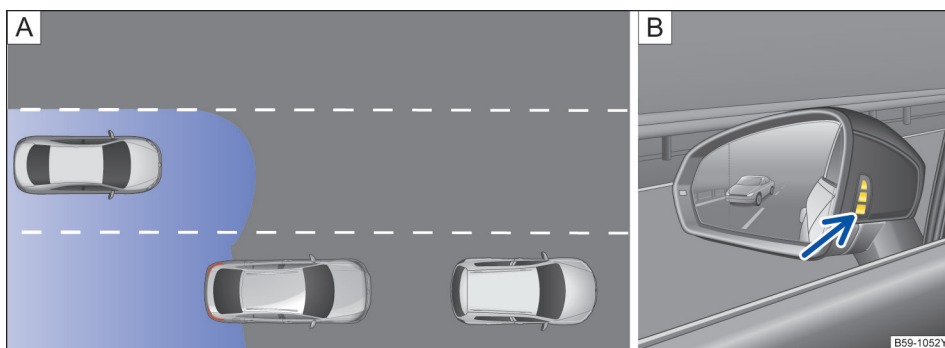
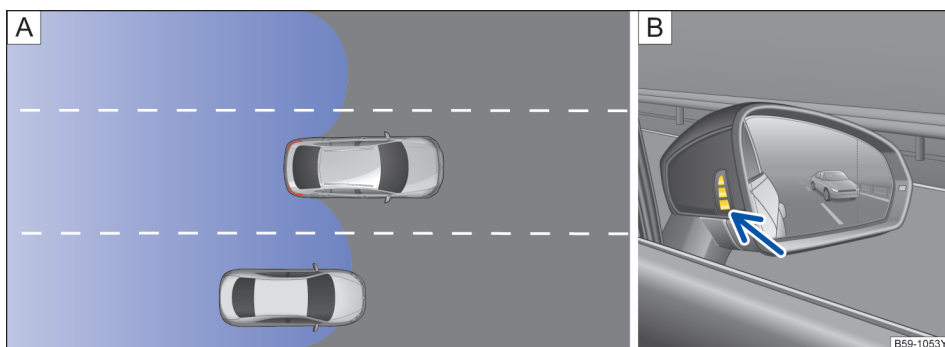

图 135 原理图：[A] 后方有车超车的行驶状况 [B] 左侧车外后视镜上的图示显示
图 136 原理图：[A] 超车和并道的行驶状况 [B] 右侧车外后视镜上的图示显示
在下列行驶状况下，车外后视镜中会亮起显示→图 135 [B]（箭头）或→图 136 [B]（箭头）：
- 当另一辆汽车正在超越本车时→图 135 [A]。
- 在以约 10 km/h (6 mph) 的速度差超越另一辆汽车时→图 136 [A]。在明显快得多的超车过程时不会出现显示。